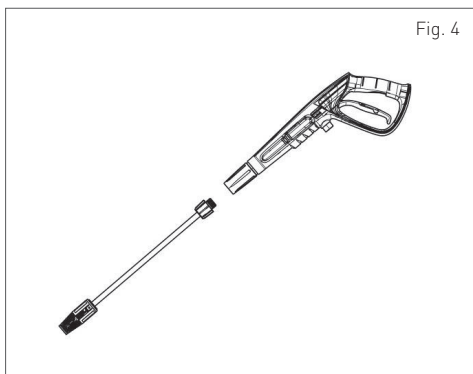

Fig. 4
**(3)** Instalar a Vara de Pulverização. Encaixar a vara de pulverização na pistola e rode até que as duas partes estejam completamente firmes (fig.4).